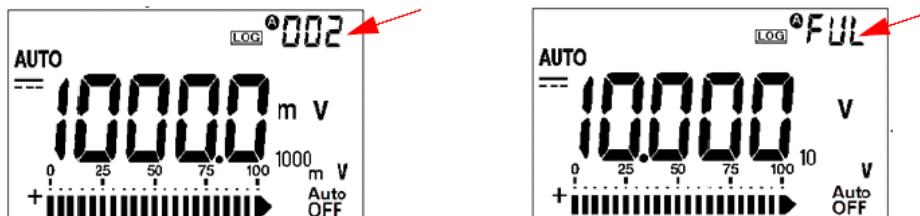

Рис. 2-2 Индикация при регистрации данных с периодическим запуском
- Показания автоматически записываются в память с периодом, заданным в режиме настройки (см. рис. 2-2).